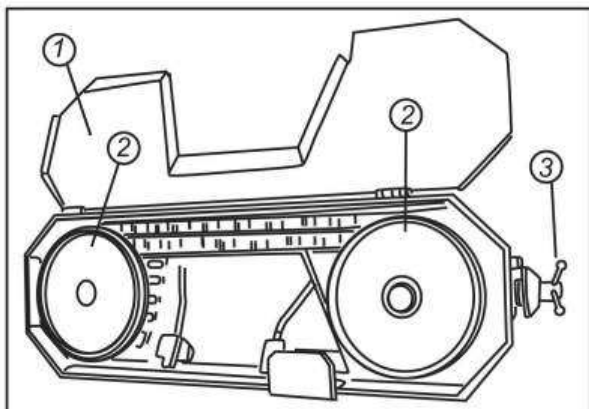

Fig. 10
- Décrochez et soulevez la protection de sécurité du volant (1 Fig. 10) ;
- Desserrez le ruban à l'aide du volant (3 Fig. 10) ;
- Retirez le ruban usé du volant (2 Fig. 10) et retirez-le des guide-lames ;
- Serrez le ruban à l'aide du volant spécifique (3 Fig. 10) ;